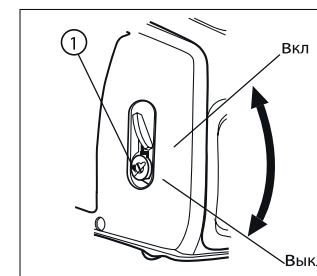

Рисунок 9.
8. Переведите выключатель двигателя 1 в положение «ВКЛ» (рис. 9).